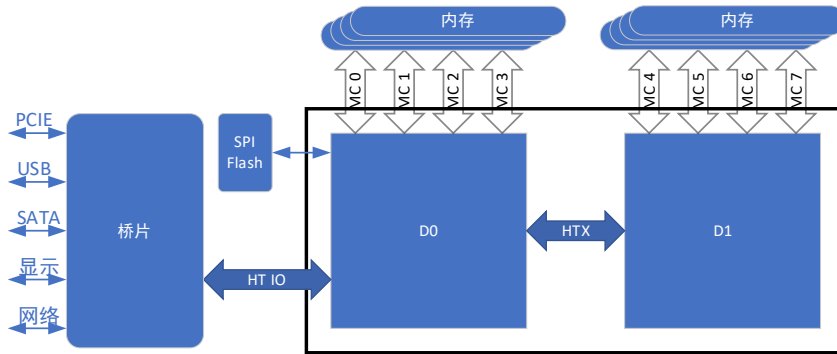

图 2-1 单处理器系统连接
- (1) 单路服务器，龙芯 3D5000 单处理器系统。使用 HT0 接口用于 I/O 桥片连接。一种常见的连接方式如图 2-1 所示：